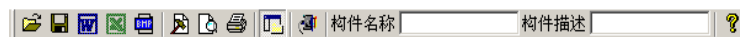

图 4-9 工具栏
- **工具栏**由一系列按钮组成，如图 4-9 所示，每个按钮可以实现一个常用功能，虽然菜单命令中已经包含了这些命令，但是对于这些常用命令来说，通过工具栏按钮来实现要方便的多。如果将鼠标在某个按钮上稍做停留，屏幕上会自动显示该按钮的功能。当按钮颜色呈置灰状态时表示当前状态下此功能无效。工具栏上分别对应于打开、保存、生成 Word 报告、生成 Excel 报表、保存位图、打印设置、打印预览、打印、显示或隐藏测区列表、数据传输、构件名称、构件描述、关于等功能。其功能与菜单中的有关项的功能相同。